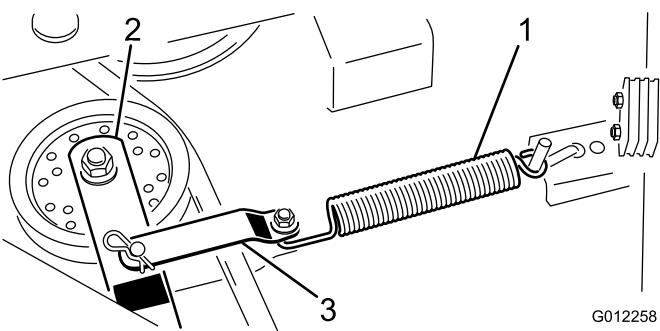

Figura 22
- Liberte a mola do gancho do suporte intermédio do braço para libertar a tensão da correia (Figura 22). Retire o gancho e o pino de segurança que fixam o aro da mola ao braço intermédio.
- 7. Instale o suporte do braço intermédio no braço intermédio com o gancho e passador de forquilha (Figura 22). Coloque a mola no gancho no suporte do braço intermédio. Para assegurar que existe tensão adequada na correia de transmissão, a mola deve ser esticada até um comprimento de aproximadamente 18 cm. Se a mola não for esticada até este comprimento, volte a colocar a barra da mola num novo furo de montagem mais afastado da correia.